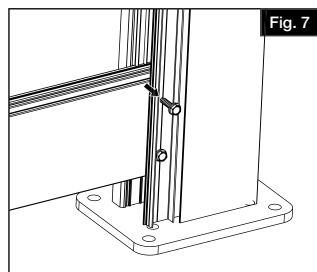

Fig. 7
4. Commencer à insérer les planches en commençant à l'extérieur des deux poteaux et en travaillant vers le centre (Fig. 7). S'assurer que les languettes et les rainures des planches sont orientées dans le bon sens.
Enlever la vis du haut pour libérer la rainure jusqu'à ce que les planches de remplissage soient installées (Fig. 7).
4. Empezar a insertar los tabloncillos, comenzando por la parte exterior de ambos postes hacia el centro (Fig. 7). Comprobar que las lengüetas y las ranuras de los tabloncillos estén alineadas en la dirección adecuada.